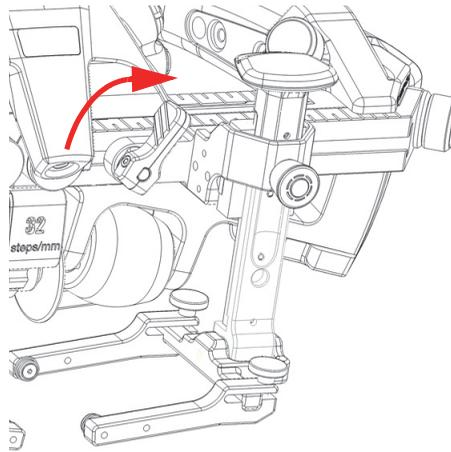

Figure 2-11 Levier de positionnement verrouillé
3. Tournez le levier de positionnement dans le sens horaire pour verrouiller le support de sonde en place (Figure 2-11 à la page 48).